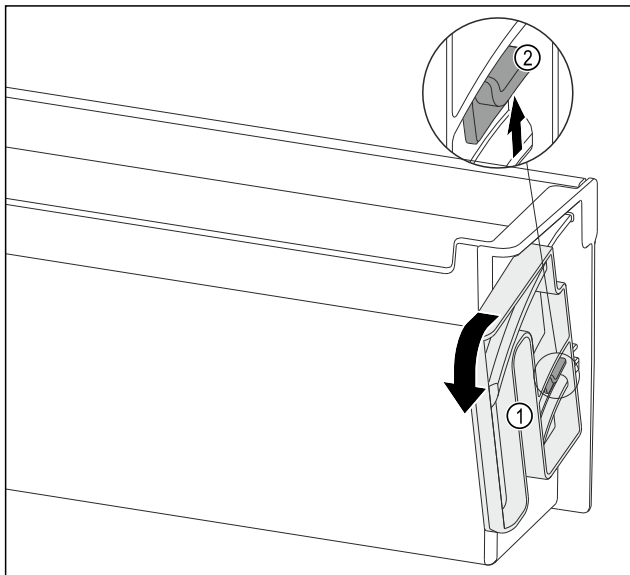

Fig. 92
- ▶ Dreheinheit Fig. 92 (1) in die angegebene Richtung bis zum Anschlag drehen.
- ▶ Lasche Fig. 92 (2) nach oben drücken und Dreheinheit Fig. 92 (1) entnehmen.